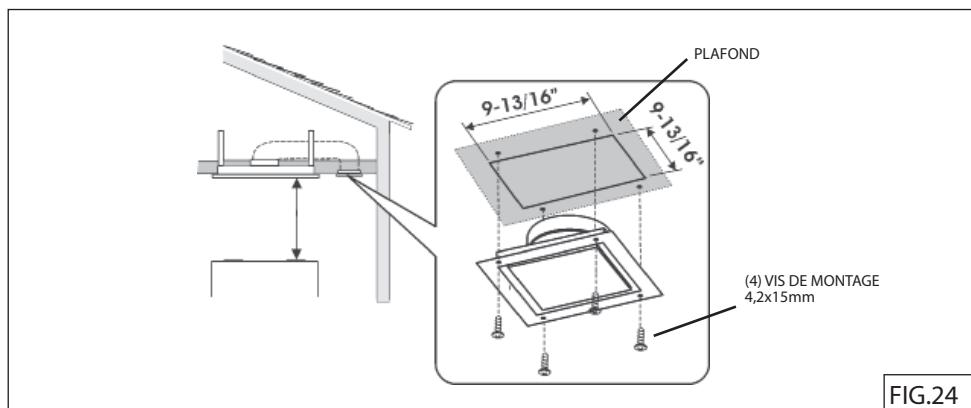

FIG.24
Faire un'ouverture sur le plafond pour la partie de retour d'air. Voir Fig. 10 et Fig.24.
Fixer la partie pour le retour d'air sur le plafond en utilisant (4) vis de montage 4,2x15mm. Voir Fig. 24